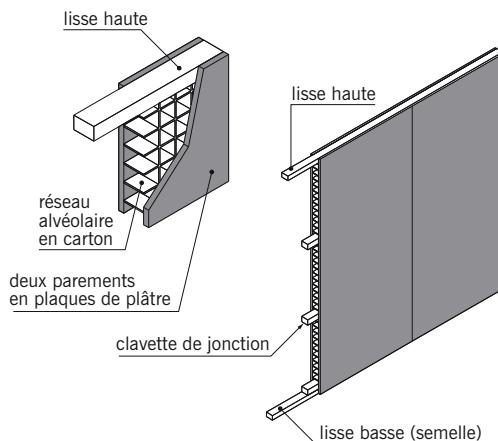

fig. 8.6
- La **cloison en panneaux à âme alvéolaire**, d'une hauteur d'étage, composée de deux plaques de plâtre collées sur un réseau alvéolaire en carton. Le montage peut s'effectuer sur des *lissses* en bois ou métalliques (fig. 8.6).